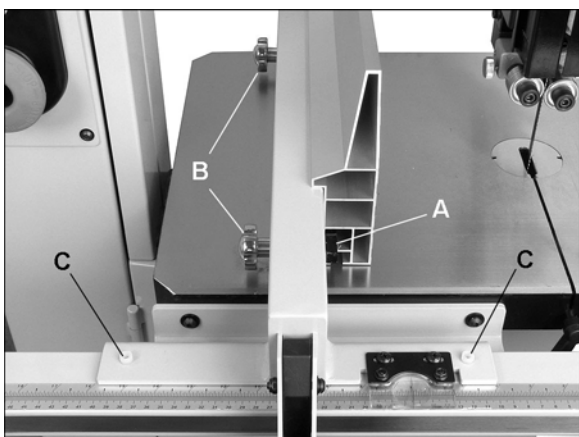
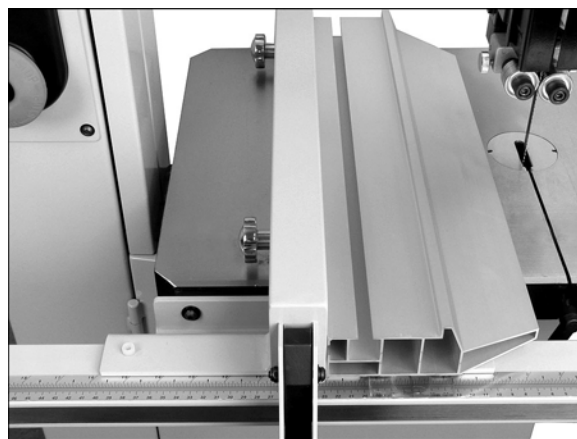

Рис. 6: вертикальное положение упора
Рис. 7: горизонтальное положение упора
См. Рис. 6 и 7.
Ослабьте стопор (А) с помощью ручек (В). Вытяните стопор на длину, достаточную для того, чтобы завести на него алюминиевый профиль упора, как показано на Рис. 6. Снова затяните ручки.
Алюминиевый упор можно установить в двух разных положениях: вертикально (для продольного распила), как показано на Рис. 6; или горизонтально, как показано на Рис. 7.
2. Если это не так, отрегулируйте зазор нейлоновыми винтами с помощью 5 мм шестигранного ключа (С, Рис. 6). Крутите винты по часовой стрелке, чтобы поднять упор, против часовой стрелки – чтобы опустить.